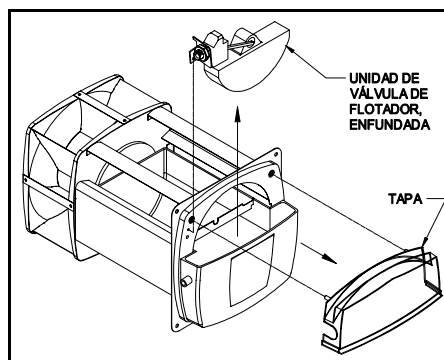

Figura 3
2. Desarme el humidificador: Saque la tapa. Saque la unidad de válvula de flotador enfundada. Para sacar el depósito levántelo y tire hacia afuera. (Ver Figura 3 & 4)